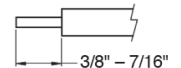

Figure 4
STEP 10: Cut supply cable to desired length. Strip black and white wire leads with wire strippers to expose 3/8" – 7/16" of bare metal (See Figure 4.)
STEP 11: Using Wirenuts ③ provided, connect supply (house) wires to fixture wires - white to white, black to black, and green to green or bare copper ground wire.
PASO 10: Corte el cable de suministro según la longitud deseada. Pele los terminales de los cables negro y blanco con los alicates de corte para dejar expuesto 3/8" – 7/16" de metal (vea la Fig. 4).
PASO 11: Usando los capuchones para cables provistos ③, conecte los cables de suministro eléctrico (del hogar) a los cables del dispositivo: blanco con blanco, negro con negro y verde con verde o con el cable a tierra de cobre desnudo.
ÉTAPE 10: Coupez le câble d'alimentation à la longueur désirée. Dénudez les fils noir et blanc avec une pince à dénuder pour exposer 3/8" – 7/16" de métal nu (Voir la figure 4.)
ÉTAPE 11: À l'aide du connecteur de fils ③ fourni, raccordez les fils d'alimentation (maison) aux fils du luminaire : fil de terre blanc au blanc, noir au noir et vert au vert ou fil terre en cuivre nu.